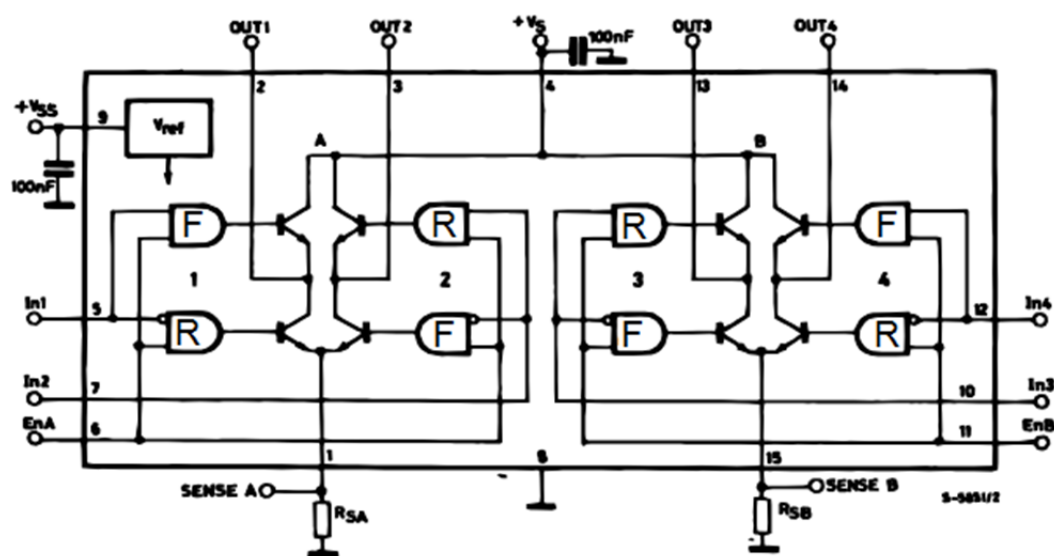

Рис. 17. Внутреннее строение драйвера L298N
1. Для управления гусеничной платформой используется драйвер L298N. Необходимы следующие выводы: INPUT 1, INPUT 2, INPUT 3, INPUT 4, ENABLE A, ENABLE B (рис. 17).